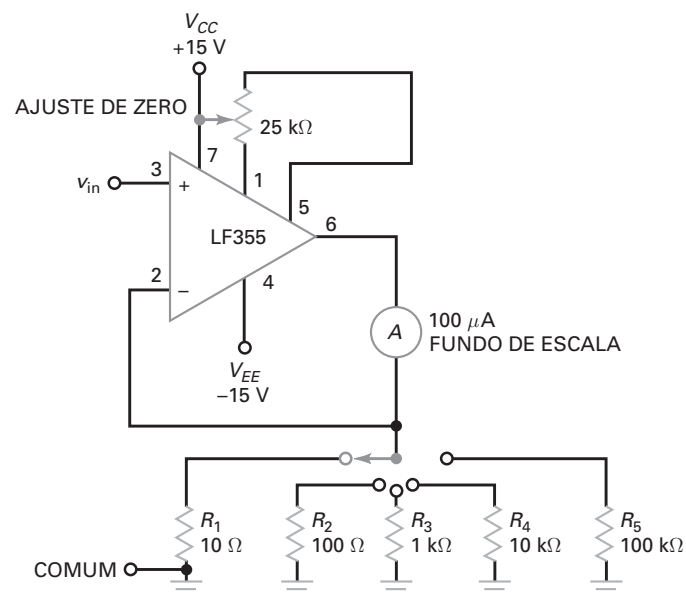

Figura 17-25
- 17-34** A Figura 17-25 mostra um voltímetro CC sensível que usa um amp-op BIFET. Considere que a tensão de saída tenha sido cancelada com o ajuste de zero. Qual a tensão de entrada que produz uma deflexão de fundo de escala para cada posição da chave?